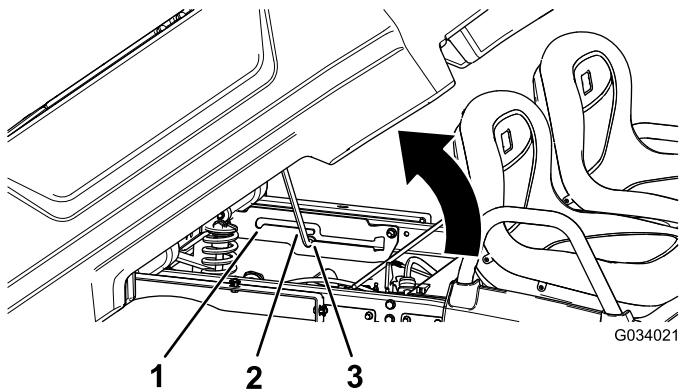

Bild 20
2. Ziehen Sie die Stützstange in den Arretierungsschlitz für die Entleeren-Stellung, um die Ladepritsche für das Entleeren zu arretieren (Bild 20).
2. Ziehen Sie die Stützstange in den Arretierungsschlitz für die Wartungsstellung, um die Ladepritsche für die Wartung zu befestigen (Bild 20).
2. Schieben Sie die Stützstange aus dem Arretierungsschlitz heraus (Bild 20).